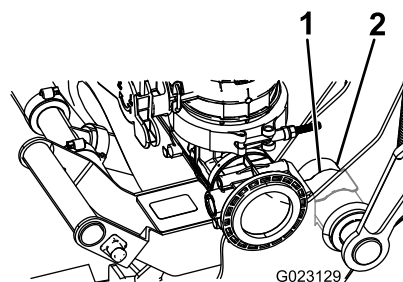

Figure 15
- D. Poussez jusqu'à ce que le collier s'enclenche sur le logement de pivot, comme montré à la Figure 15.